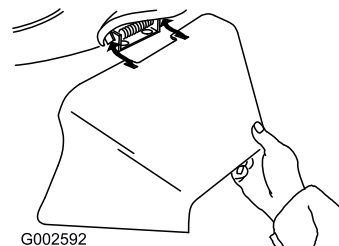

Figure 30
3. Montez l'éjecteur latéral et rabattez le volet sur l'éjecteur (Figure 30).